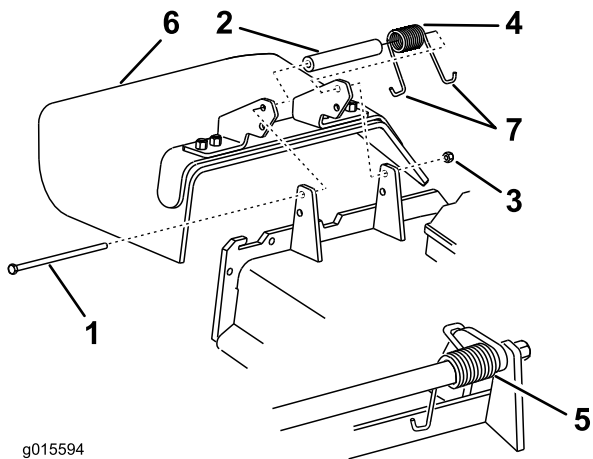

Figura 100
- Retire la contratuerca, el perno, el muelle y el espaciador que sujetan el deflector a los soportes de pivote (Figura 100). Retire el deflector de hierba dañado o desgastado.
Nota: Asegúrese de colocar un extremo en **J** del muelle detrás del reborde de la carcasa antes de instalar el perno, según se muestra en Figura 100.
3. Instale el perno y la tuerca. Coloque un extremo en **J** del muelle alrededor del deflector de hierba (Figura 100).